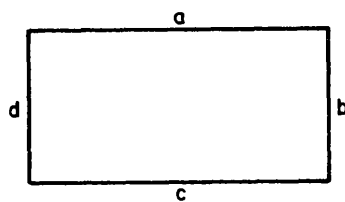

Fig. 10
- a) Tiene los lados opuestos iguales pero desiguales los contrapuestos (figs. 10, 11 y 12).